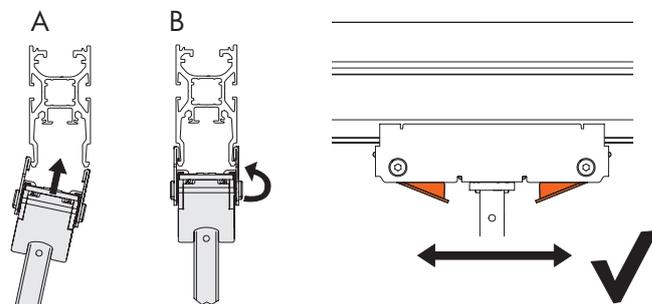

Fig. 27: Einhängen und verschieben
3. Den Einhängeadapter leicht schräg in die Multi-Lane Deckenschiene führen (Fig. 27/A) und gerade drehen (Fig. 27/B).